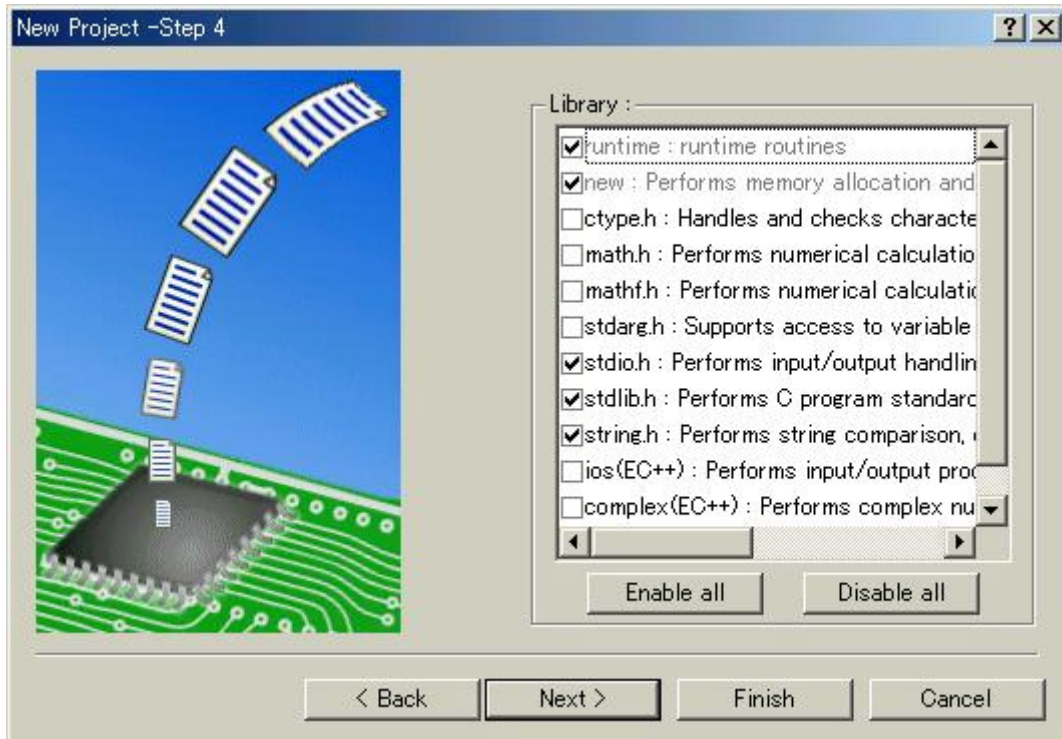

図 2.5 標準ライブラリ設定画面 ( Step4 )
Step3画面で [ Next > ] をクリックすると、図 2.5に示す画面を表示します。この画面で、C/C++コンパイラで使う標準ライブラリの構成を決定します。また、プロジェクト作成後に標準ライブラリの構成を変更する場合は、HEWの[オプション -> Hitachi H8S,H8/300 Standard Toolchain...]のStandard Libraryページで変更できます。